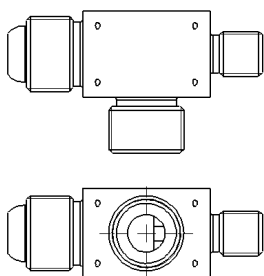

图 9-14 竖直对齐状态
- 04 在图纸中选择对齐视图时的参考视图，系统自动将视图的中心沿所选的方向对齐，如图 9-14 所示。